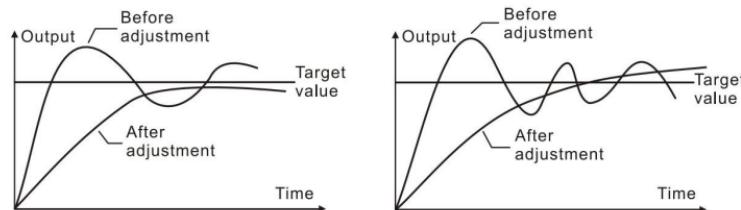

Figure 6-15 Supprimer la sortie
F133 et F134 doivent être utilisés en coordination avec F060, F061 et terminal de sortie multifonction et principalement utilisé pour l'addition et réduction des pompes auxiliaires. Reportez-vous à la figure 6-15 pour plus de détails.
- 1) Sélectionnez correctement l'onduleur et utilisez l'onduleur avec la spécification d'entrée conforme au signal standard de 4-20 mA ; 2) Réglez correctement la valeur cible ; 3) En cas d'entrée non oscillatoire, augmentez la constante de proportionnalité P ; 4) En cas d'entrée non oscillatoire, diminuez le temps d'intégration I ; 5) En cas d'entrée non oscillatoire, augmentez la dérivation D ; 6) Reportez-vous aux descriptions de la Figure 6-15/6-16 pour une application spécifique.